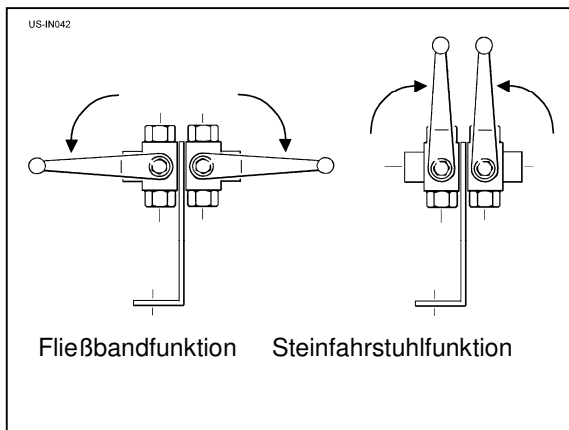
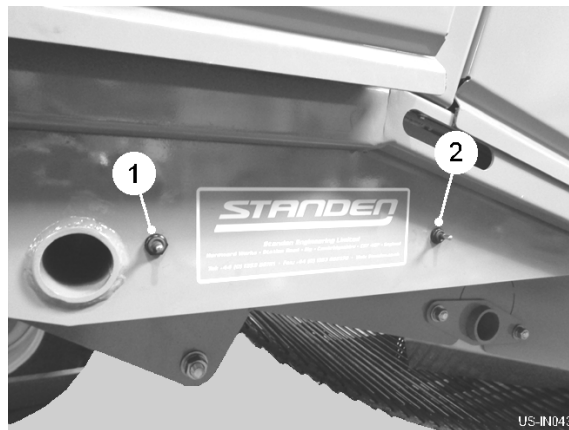

Fig 16
Fig 17
Steinfahrstuhlfunktion wird ausgewählt, indem man die Ventile (see fig 16) hinter der dritten linken Handtür verändert. Das Falten / entfaltend sich vom Steinfahrstuhl wird von den zwei externen Knöpfen (item 1 & 2, fig 17) auf der rechten Seite der Maschine kontrolliert.
Um den die Ventilgriffe gesetzten Steinfahrstuhl zu entfalten wie (see fig 16) gezeigt.
Verändern Sie die Ventile zu 'Fließband'-Funktion (see fig 16). Benutzen Sie die Knöpfe (item 1 & 2, fig 17) um die Lücke zwischen dem Gürtel und den Steinfahrstuhl-Flügeln zu schließen. Machen Sie bestimmt, daß die Flügel nicht während der Bedienung in Kontakt mit dem Fließband kommen.